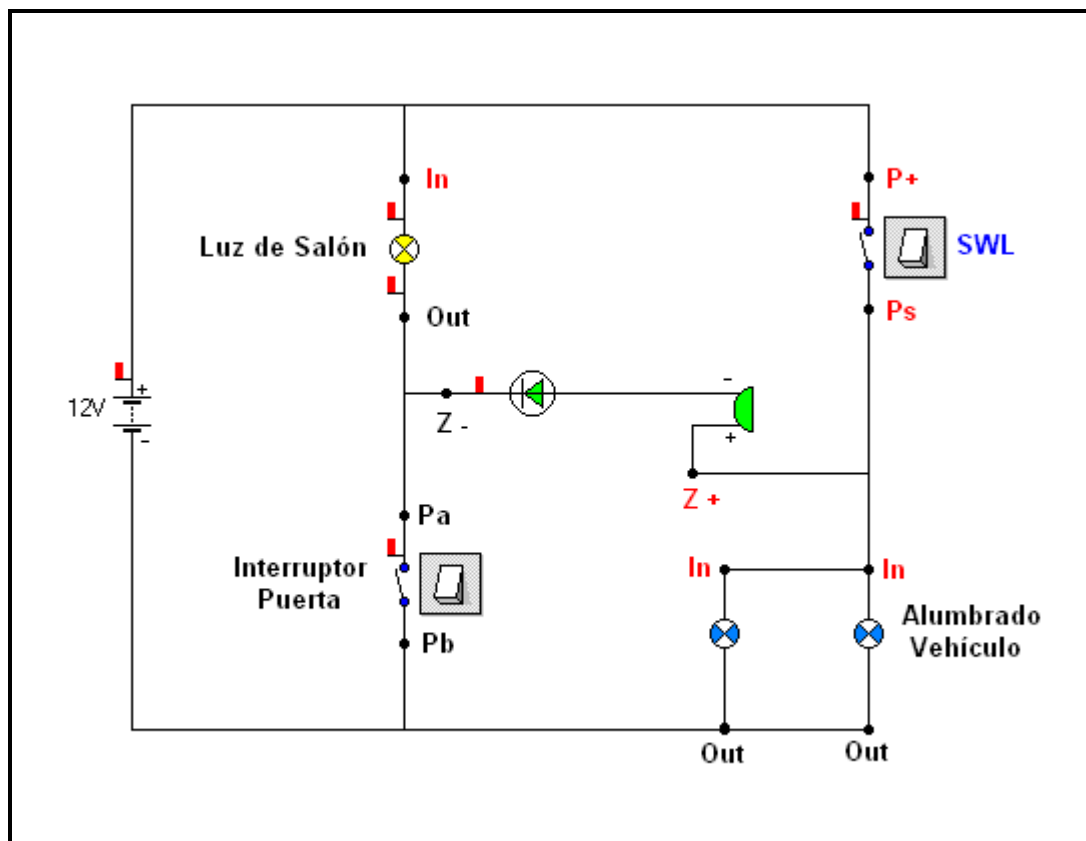

Figura 5.20. Circuito Luces Encendidas
4.1. Conecte el circuito como se muestra en la figura 5.20.